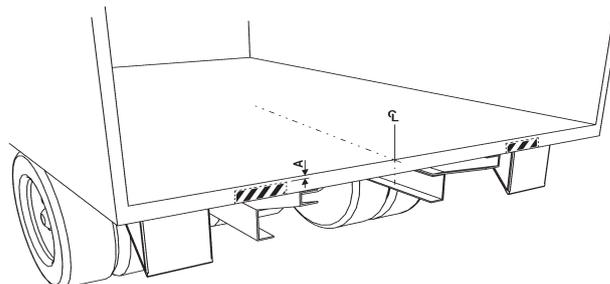

Figura 13. Mida y marque el punto central en el travesaño trasero del vehículo
3. Comprobar la medida A, si es necesario hacer cavidades en la barra trasera. (Véase la marca en la figura. Véase Figura 13).
5. Fijar el accesorio de montaje, N° de ref. 74632TL para Z3N 75, ven la barra trasera, de modo que cada punto central coincida. Usar mordazas, atornillar o soldar por puntos.